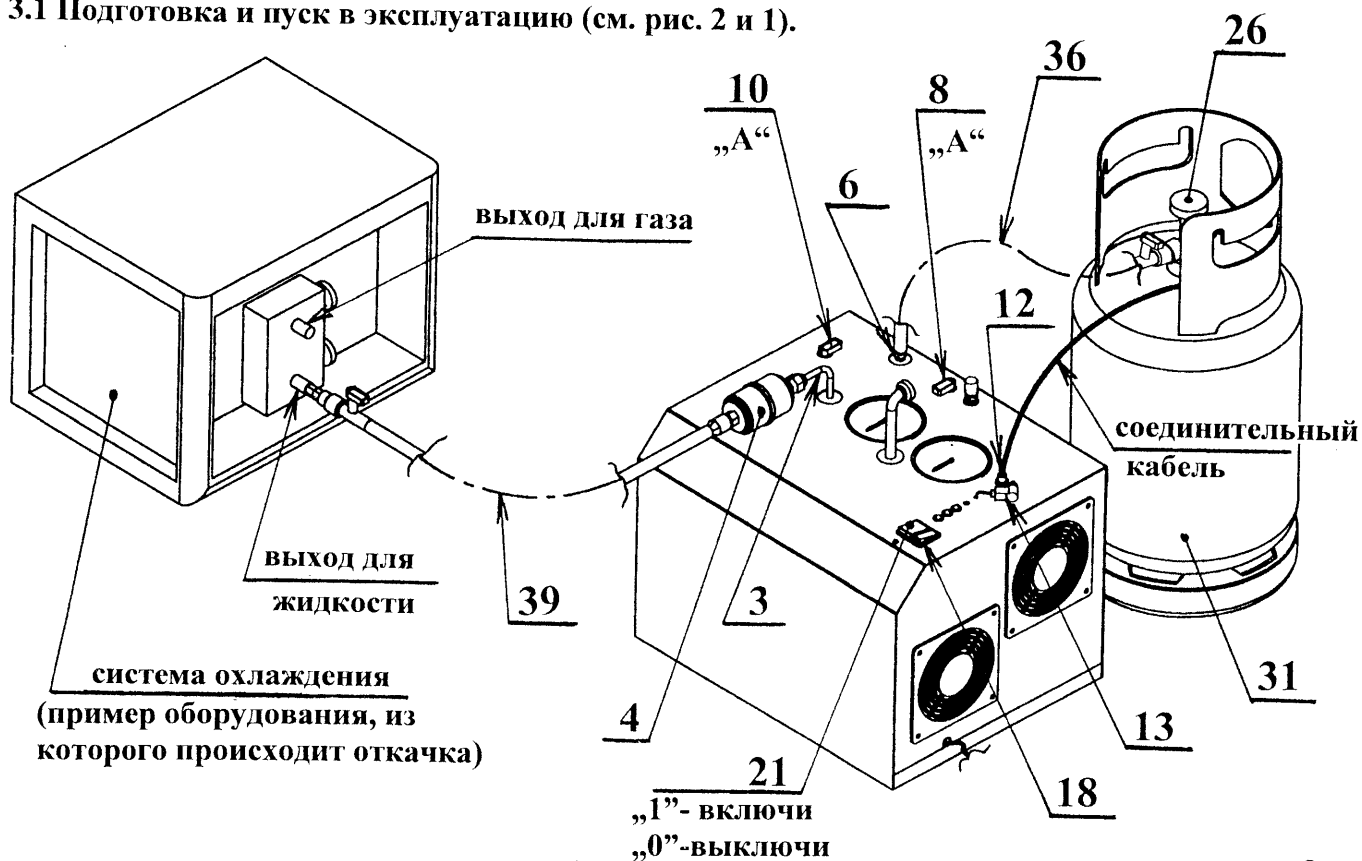

Рисунок 2.
3.1 Подготовка и пуск в эксплуатацию (см. рис. 2 и 1).
- г) с помощью электрического кабеля (входит в комплект поставки MAXI-R) соедините коннектор контроля за уровнем жидкости напорного баллона „31” с розеткой-коннектором „12” прибора MAXI-R (см. рис. 2).
- г) соедините электрическим кабелем коннектор баллона „31” и розетку „12”, расположенную на приборе MAXI-R (см. рис. 2).